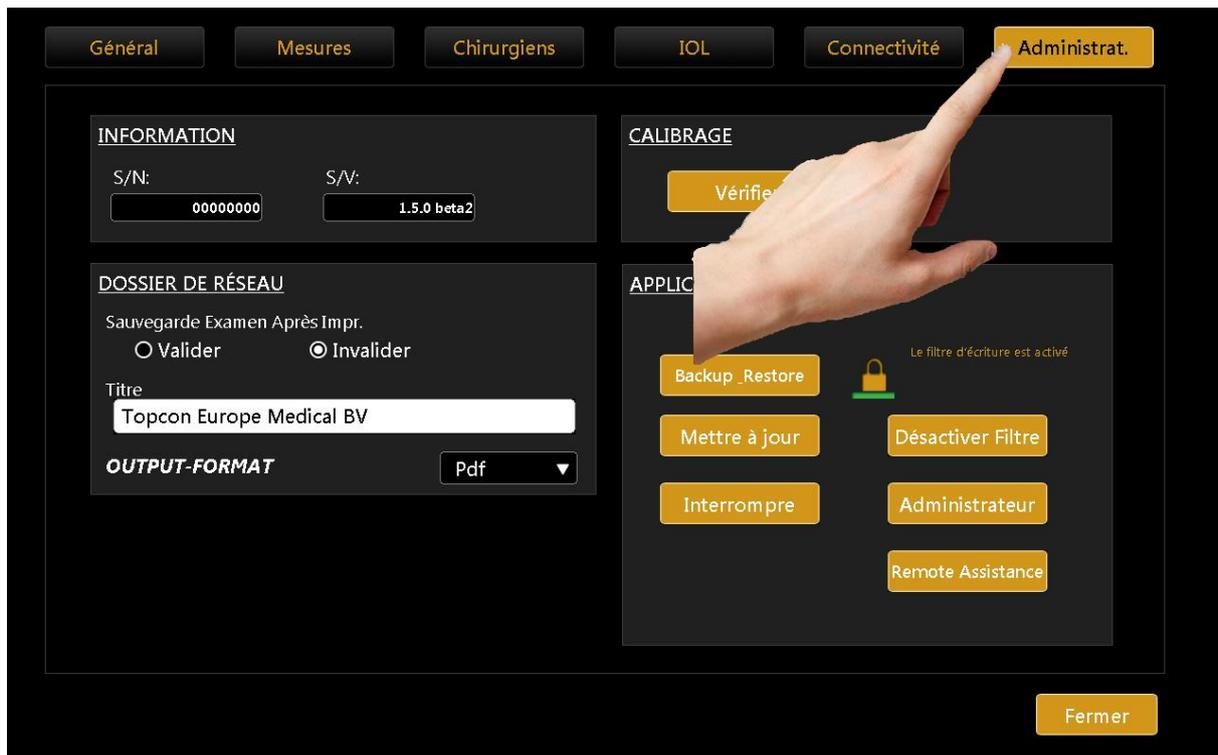

Figure 97
5. Appuyer sur l'onglet « Administrateur » (Figure 97).